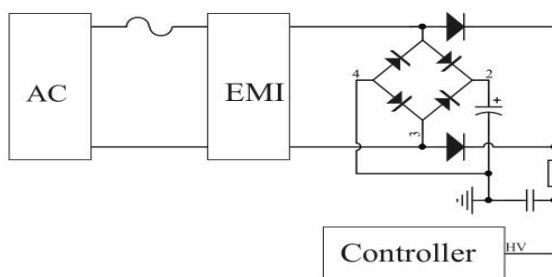

图 1 高压启动电路
DK065GJF 包含多功能高压 (HV) 引脚。为达到快速启动，内部集成了高压启动电路，可以快速启动电源同时能够有效降低待机功耗，如图 1 所示，能够快速准确监测输入电压，在输入掉电